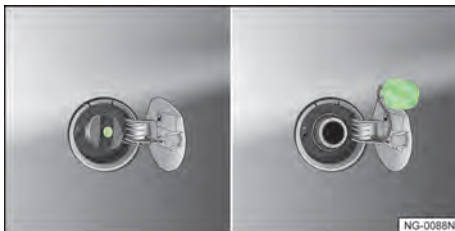

图 145
- 使用钥匙逆时针将加油口盖解锁» 图 145。
- 将加油口盖挂到燃油箱盖板上» 图 145。